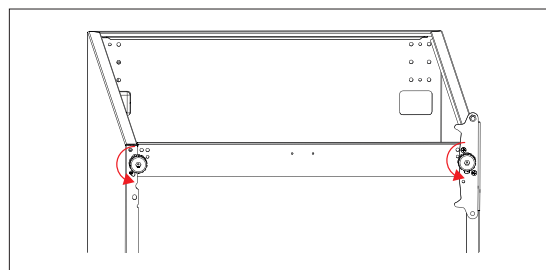

Fig. 9
- ▶ Dévissez les pieds de l'appareil (9) dans le sens inverse des aiguilles d'une montre (fig. 9).